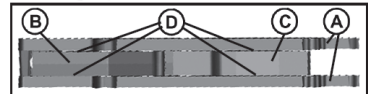

Figura 23: Ensamble Gatillo E-Grip
Asegúrese de que las platinas no se han separado, y que el ensamble del gatillo esta intacto como se observa. Si usted nota que hay un espacio en (D) entre las placas del Gatillo (A) y el Gatillo (B) o el cierre (C). Apriete las platinas juntas de tal manera que las platinas se vean como en la (Figura 23).